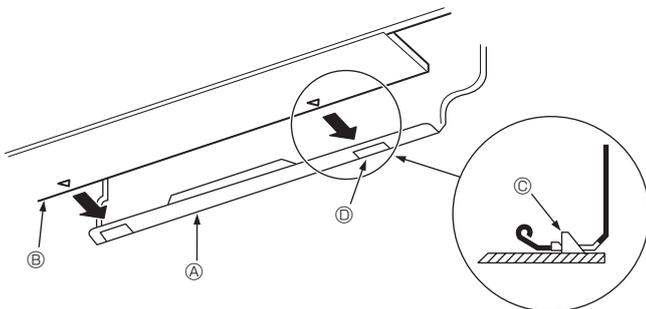

Fig. 3-11
- Mientras inserta la tubería de refrigerante y la manguera de desagüe en el orificio de entrada en la pared (manguito de entrada), cuelgue la parte superior de la unidad interior en la placa de montaje ①.
- Fije la unidad en la placa de montaje ① empujando la parte inferior de la unidad. (Fig. 3-11)
- * Compruebe que los mandos de la parte inferior de la unidad interior estén firmemente enganchados en la placa de montaje ①.
- Ⓐ Placa de montaje ①